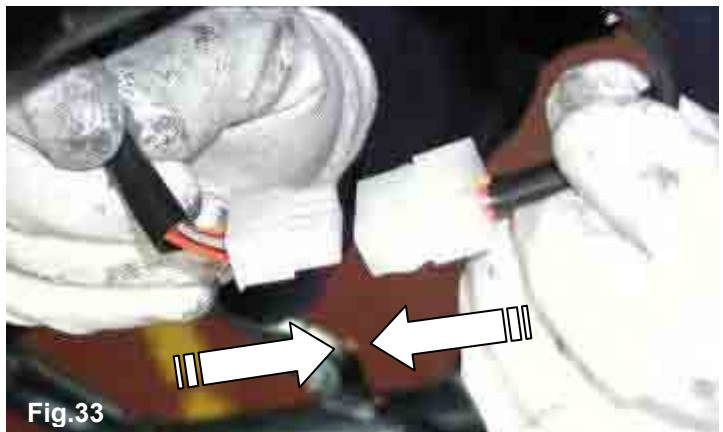

Fig.33
2.9.13 CONNECT THE STARTER ASSEMBLY CONNECTOR TO THE 8 POLES CONNECTOR ON THE HARNESS (SEE FIG.33).